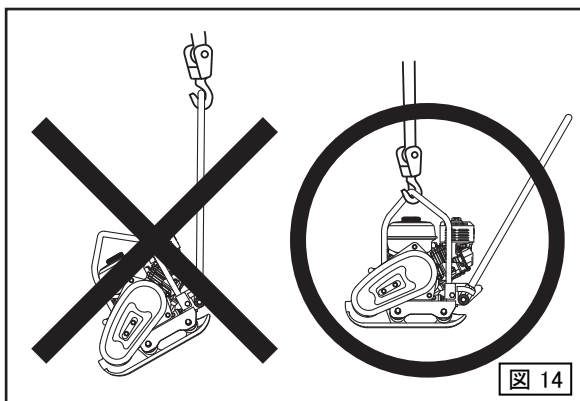

図 14
3. 吊り上げの際は必ずガードフックに吊り上げ具を引掛けてください。(図14)